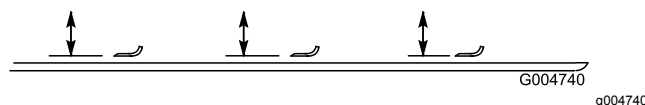

Figura 109
2. Rode a lâmina até que as suas extremidades se encontrem viradas para a frente e para trás (Figura 109). Meça a distância entre o interior da unidade de corte e a parte cortante na zona dianteira da lâmina. Anote esta medida.